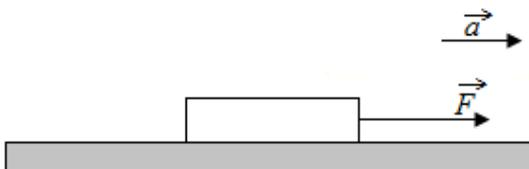

Рис. 2
5. Какой закон Ньютона описывает движение тела с ускорением, записать его для рис. 2 в векторной форме и в проекции на ось X.